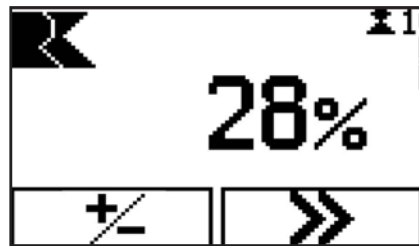

Abbildung 46 - Modus „Relative Positionierung“
- Relative Positionierung (Abbildung 46)
⇒ Das Display wechselt in den Modus „Relative Positionierung“ (Abbildung 46).